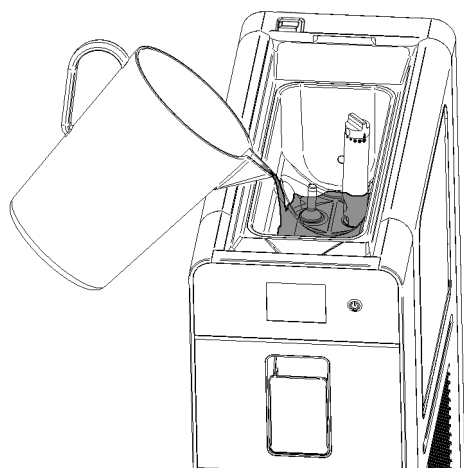

figure 4
**2** Verser la préparation dans le bac supérieur et attendre que le cylindre se remplisse. Le remplissage est terminé lorsqu'il n'y a plus de bulles d'air qui s'échappent par le trou du tube de mélange. (voir figure 4)